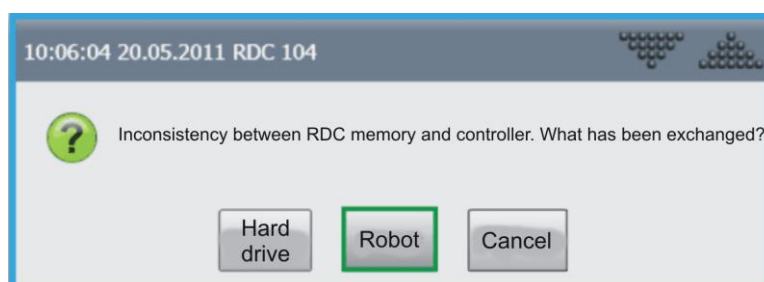

Рисунок 3.2 – Невідповідність пам'яті RDC і контролера
4. Відобразиться такий запит: «Невідповідність пам'яті RDC і контролера. Що помінялось?» (рисунок 3.2). Натисніть кнопку «Robot» для підтвердження.